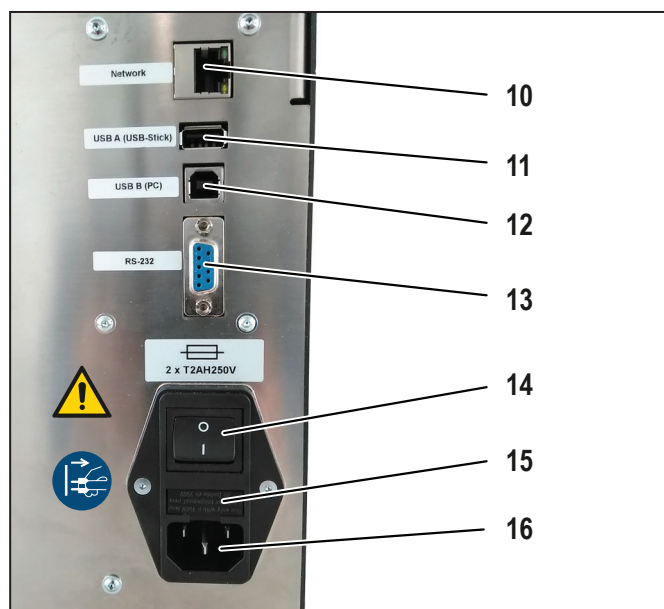

Figura 3.2 Vista posteriore
- Inserire il cavo di rete nella presa di alimentazione (Figura 3.2, 16) della macchina e collegarlo all'alimentazione elettrica.
- Collegare la macchina tramite cavo USB con un computer (Figura 3.2, 12).
- collegare la macchina tramite cavo Ethernet ad una rete (Figura 3.2, 10).
► Accendere la macchina (Figura 3.2, 14).